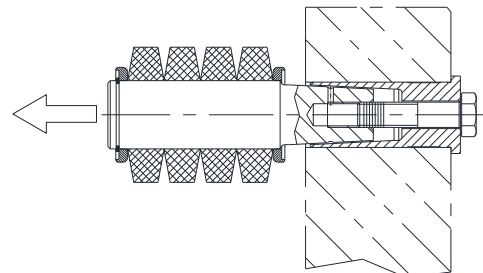

Bild 20: Lösen des Bolzens
- Drehen Sie die Schraube langsam mit einem Schraubenschlüssel weiter in den Bolzen ein. Das Maschinenfett fließt durch die Querbohrung des Bolzens und presst sich dabei zwischen Bolzen und Buchse (Bild 20; Bauteil 4 oder 6).